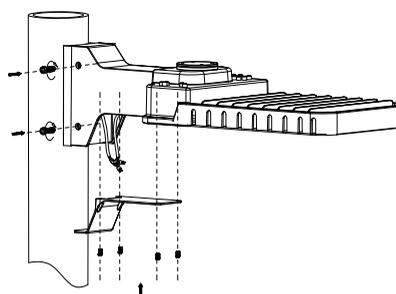

FIG. 12
3. Serrez les 4 boulons M8\*20 sur le bras fixe et attachez-le à l'adaptateur. Connectez les fils d'alimentation correctement (voir les schémas de câblage ci-dessous), réalisez les connexions de câblage à l'intérieur du bras fixe et fixez le couvercle inférieur avec des vis (voir la FIG. 12). Les connexions de câblage peuvent aussi être réalisées à l'intérieur du poteau.